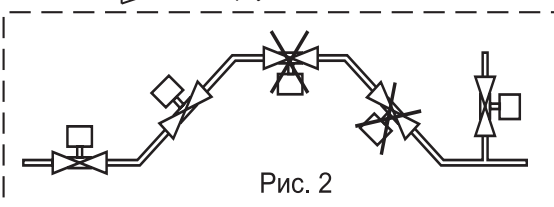

Рис. 2
4.2.5 Произведите монтаж клапана на трубопровод в соответствии с рекомендацией по расположению клапана на трубопроводе (рис. 2). Не допускается расположение устройства ручного взвода ниже продольной оси клапана.